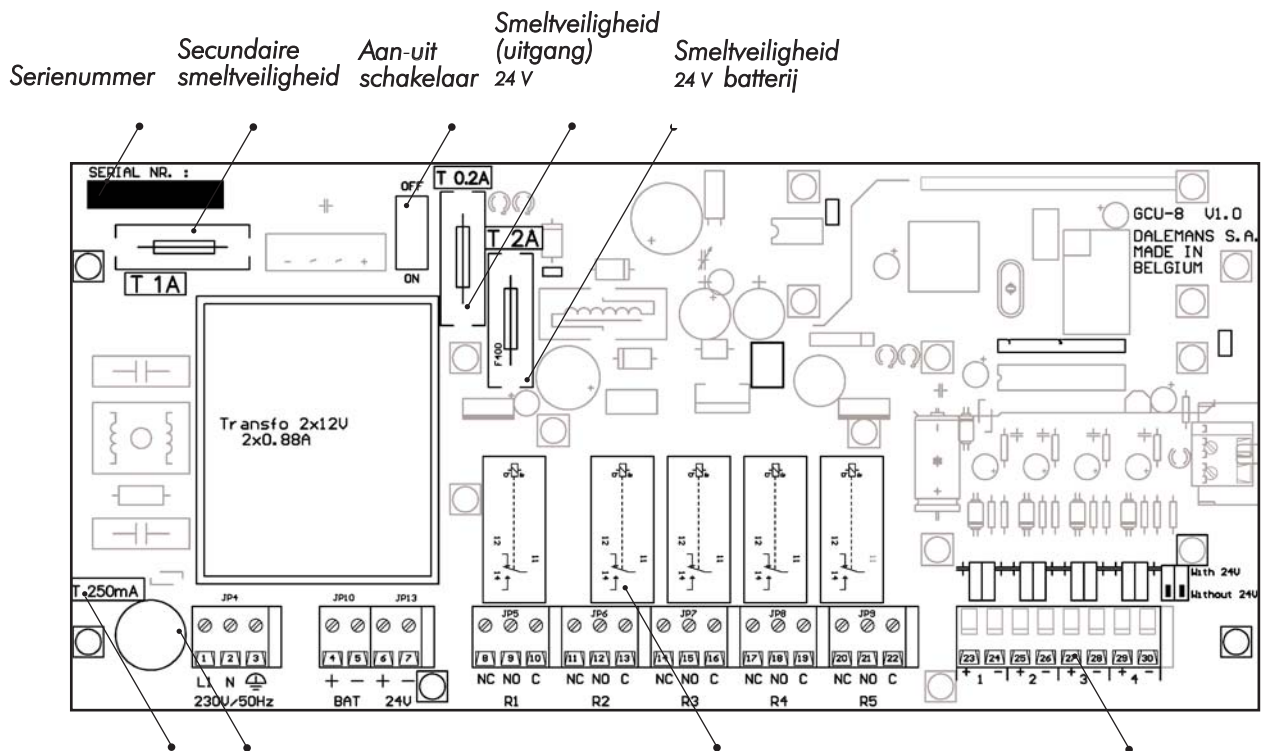

fig. 3 Waarde van de smeltveiligheid Primaire smeltveiligheid
- Zet de aan-uit schakelaar in de OFF stand (Fig 3).